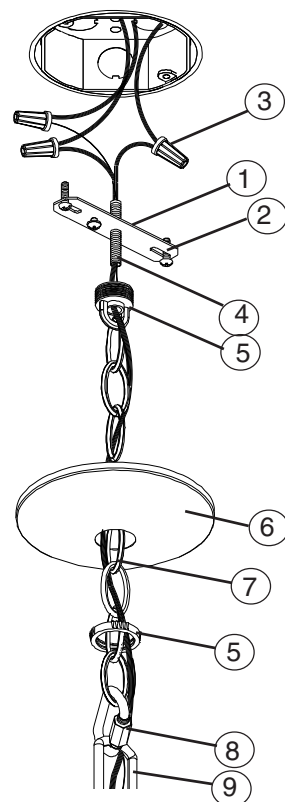

Figure 2
9. **Set fixture assembly securely on flat surface** and thread Threaded Pipe (4) into Canopy Loop/Nut (5) attached to the end of Chain. Hold Canopy Loop/Nut by Loop, place Canopy (6) over Threaded Pipe and install the Crossbar (1) to Threaded Pipe. *Note: Canopy will rest on the Canopy Nut.*
10. **Route the ground & fixture supply wires through every fourth link of chain and through center of 1-3/4" Threaded Pipe (4) in Crossbar (1).** Trim ground & fixture supply wires to extend approximately 6" beyond Threaded Pipe and strip 1/2" insulation from ends of wires. **See Fig. 2.**
11. **Take fixture assembly by the Chain (7)**, loosen Canopy Nut (5) completely and slide Canopy (6) down. Have one person help to support fixture while mounting Crossbar (1) to junction box with two 1-1/2" Screws (2). **See Fig. 2.**
13. **Use Wirenuts (3)** to connect brown smooth fixture wire to the black power supply wire and brown ribbed fixture wire to the white power supply wire. **See Fig. 2.**
15. **Raise Canopy (6)** up to ceiling and fully thread Canopy Nut (5) onto Canopy Loop (5).
16. **With power prongs on Lamp (21) facing downward,** plug ballast power connector into lamp power receptacle. Position the Lamp over two Lamp Clips (18) and gently push lamp over the third clip while pulling the clip slightly back. **See Fig. 2.**
9. **Coloque el ensamblaje del luminario firmemente en una superficie plana** y rosque el Tubo Roscado (4) en el Lazo/Tuerca del Dosel (5) conectado en el extremo de la Cadena. Sostenga el Lazo/Tuerca del Dosel por el Lazo, coloque el Dosel (6) sobre el Tubo Roscado e instale la Barra Transversal (1) al Tubo Roscado. *Nota: El dosel reposará en la Tuerca de Dosel.*
10. **Encamine los alambres de suministro eléctricos y los de hacer tierra del luminario** por cada cuarto eslabón de la cadena y por el centro del Tubo Roscado de 1-3/4" (4) en la Barra Transversal (1). Recorte los alambres de suministro eléctricos y los de hacer tierra del luminario que sobresalgan aproximadamente 6" del Tubo Roscado y pele 1/2" del aislamiento de los extremos de los alambres. **Vea Fig. 2.**
11. **Sostenga el ensamblaje del luminario por la Cadena (7)**, afloje la Tuerca del Dosel (5) completamente y deslice el Dosel (6) hacia abajo. Obtenga ayuda de una persona a sostener el luminario al montar la Barra Transversal (1) a la caja de ensambladura con dos Tornillos de 1-1/2" (2). **Vea Fig. 2.**
15. **Levante el Espaciador de dosel (6)** hasta el techo y totalmente enrosque la Tuerca del Espaciador de dosel (5) al Lazo del Espaciador de diselo (5).
16. **Con las patas del enchufe de la Lámpara (21)** mirando hacia abajo, enchufe del conector de suministro del balastro al receptáculo de suministro de la lámpara. Coloque la Lámpara sobre las dos Grapas de Lámpara (18) y empuje suavemente lámpara sobre la tercera grapa al tirar el clip hacia atrás ligeramente. **Vea Fig. 2.**